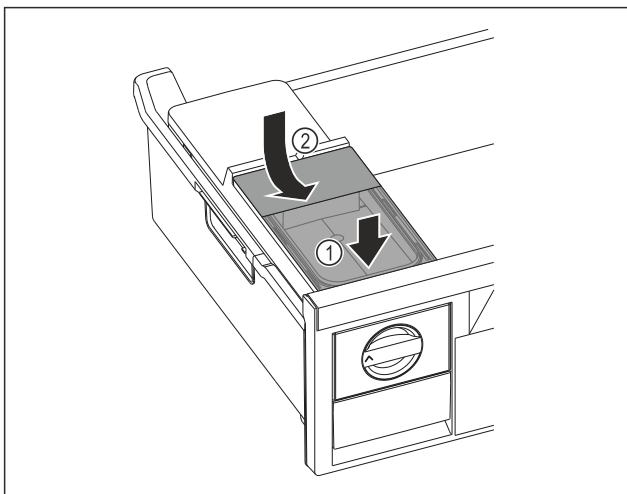

Fig. 68
- ▶ Поставете резервоара за вода отпред. Fig. 68 (1)
- ▶ Спуснете резервоара за вода отзад. Fig. 68 (2)